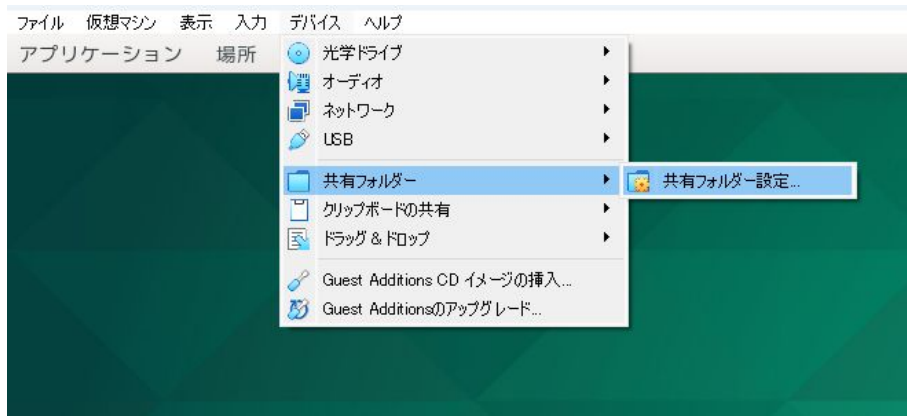

図 5.7 共有フォルダー設定を開く
1. VirtualBox の上部バーから[デバイス]-[共有フォルダー]-[共有フォルダー設定]を選択します。（「図 5.7. 共有フォルダー設定を開く」）